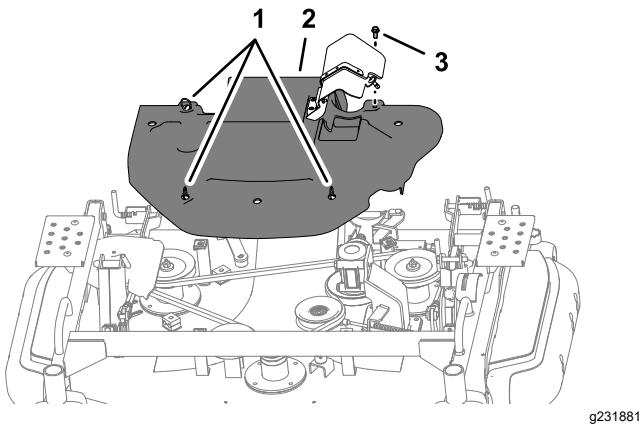

Figura 116
1. Rode os 3 fixadores de quarto de volta no sentido contrário aos dos ponteiros do relógio (Figura 116).
3. Desaperte o parafuso (Figura 116).
1. Alinhe os fixadores de quarto de volta da cobertura da correia com as porcas de clipe da plataforma do cortador; consulte Figura 116 em Remoção da cobertura da correia (página 77).
3. Instale o parafuso da cobertura da correia na porca de clipe da plataforma do cortador; consulte Figura 116 em Remoção da cobertura da correia (página 77).